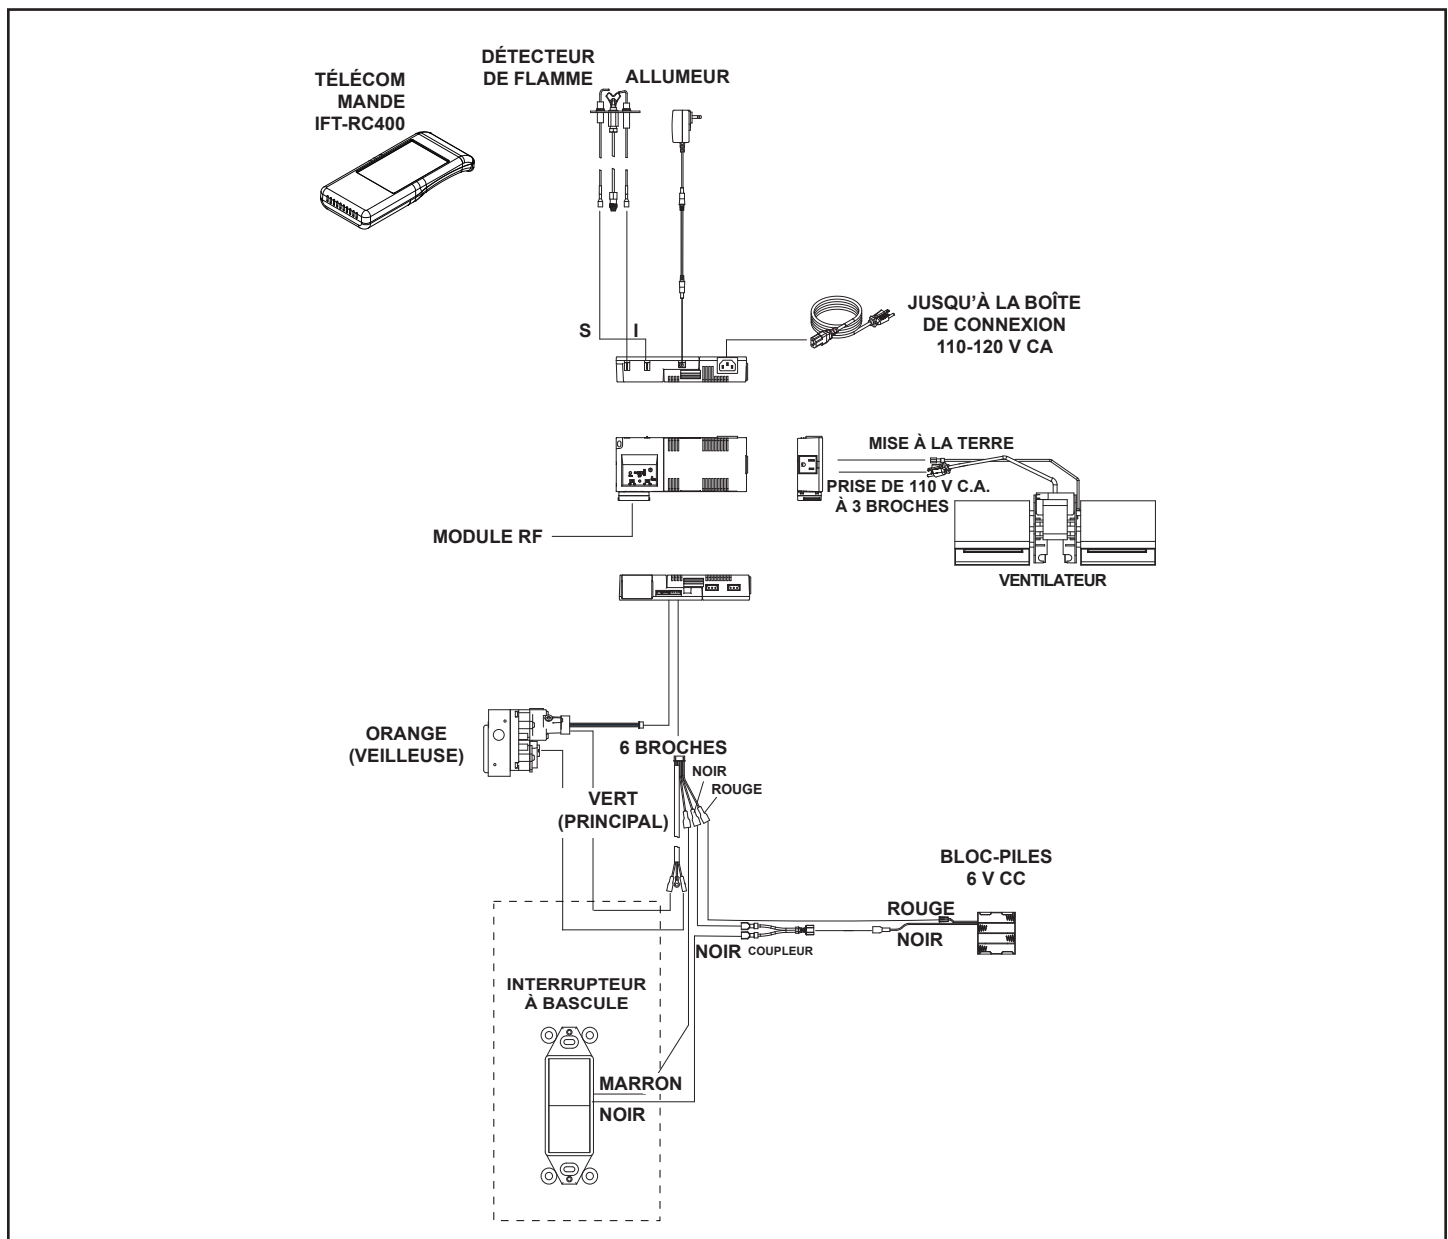

Figure 3.26 – Schéma de câblage du RADVT-IFT
- Consultez la figure 3.26, Schéma de câblage de l'IFT.